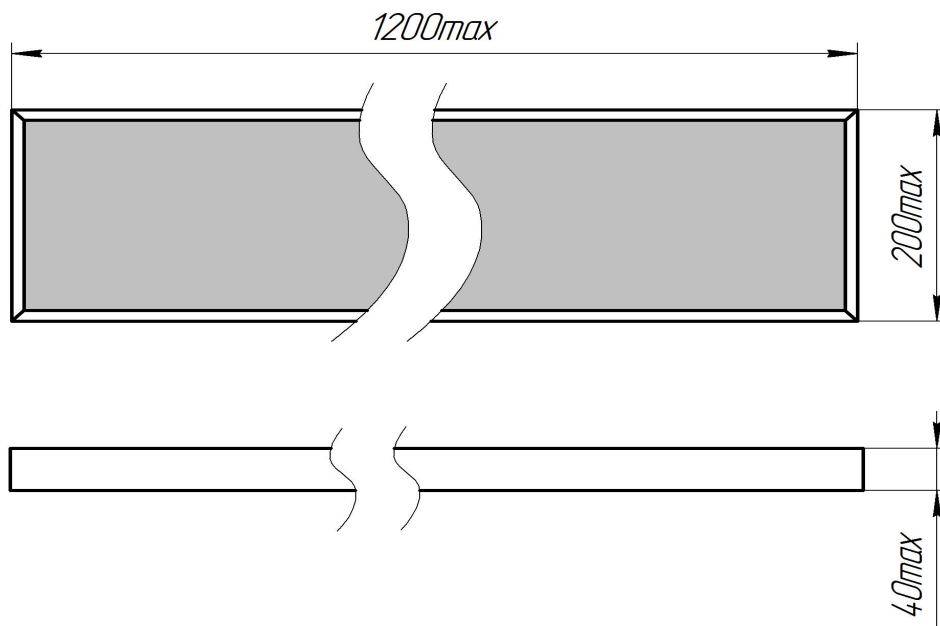

Рисунок 1
1.4.1. Светильник состоит (см. Рисунок 1) из корпуса, изготовленного из металла, защитного стекла, светодиодных полупроводниковых модулей, источника питания и контактного устройства.